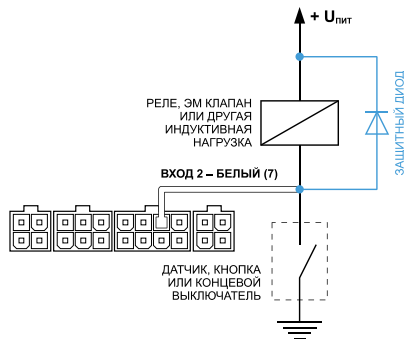

Рисунок 1.
1. Защитный диод (рис.1) – устанавливается параллельно индуктивной нагрузке. При этом ток защитного диода ($I_{\text{диода, прямой}}$) должен быть не менее $1.5 \cdot I_{\text{удержания катушки}}$. Если ток удержания катушки неизвестен или есть сомнения, следует использовать схему включения с защитным реле.
1. Защитный диод (рис. 1) – устанавливается параллельно индуктивной нагрузке. При этом прямой ток защитного диода ($I_{\text{диода, прямой}}$) должен быть не менее $1.5 \cdot I_{\text{удержания катушки}}$. Если ток удержания катушки неизвестен или есть сомнения, следует использовать схему включения с защитным реле.